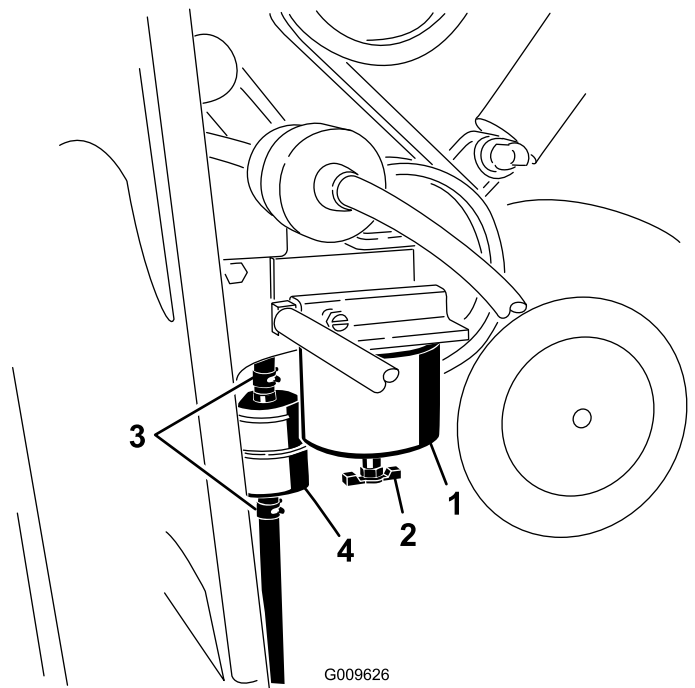

Bild 37
1. Ermitteln Sie den Kraftstofffilter an der rechten Seite des Motors (Bild 37) und stellen Sie einen sauberen Behälter unter den Filter.
1. Ermitteln Sie die Kraftstofffilter an der rechten Seite des Motors (Bild 37) und stellen Sie einen sauberen Behälter unter den Filter.
2. Reinigen Sie den Anbaubereich der Filterglocke (Bild 37).
3. Entfernen Sie die Filterglocke und reinigen die Kontaktfläche (Bild 37).
5. Drehen Sie die Filterglocke per Hand, bis die Dichtung die Kontaktfläche berührt. Ziehen Sie sie dann um eine weitere 1/2 Umdrehung fester (Bild 37).
6. Ermitteln Sie den Inlinefilter hinter der Kraftstofffilterglocke (Bild 37) und achten Sie auf die Richtung des Flusspfeils an der Seite des Inlinefilters.
7. Öffnen Sie die Klemmen an jedem Ende des Inlinefilters und schieben Sie die Schläuche herunter (Bild 37). Werfen Sie den Filter weg.
8. Schieben Sie die Schläuche auf das Ende des neuen Filters (Bild 37), stellen Sie sicher, dass der Pfeil am Filter in dieselbe Richtung wie am alten Filter zeigt.